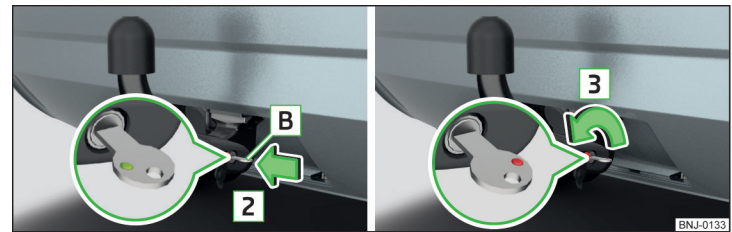

Abb. 159 Schlüssel in das Schloss stecken / Schloss entriegeln
- Den Schlüssel **B** in das Schloss in Pfeilrichtung **2** einstecken, sodass dessen grüne Markierung nach oben zeigt » Abb. 159.